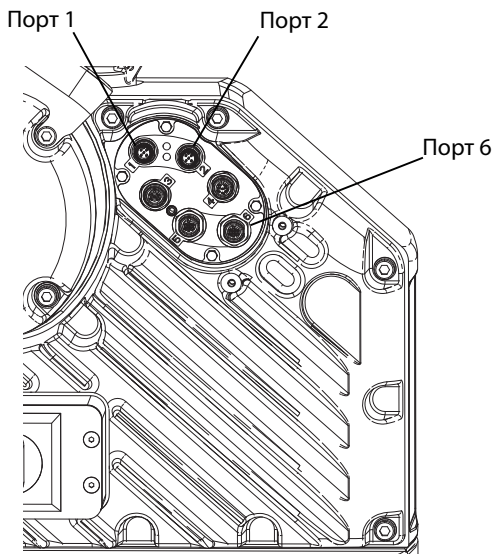

Рис. 39: Расположение разъемов на приводе
6. С помощью четырех монтажных винтов 10-32 из комплекта, прикрепите основание (CD) к просверленным отверстиям.
7. Установите CGM (CC) на основание (CD) с помощью двух винтов (CB), которые были выкручены при выполнении действия 5.
8. Установите крышку (CA).
9. Подключите кабель CAN из комплекта к разъему 1 или разъему 2 (к любому доступному из них) на приводе. См. Рис. 39.